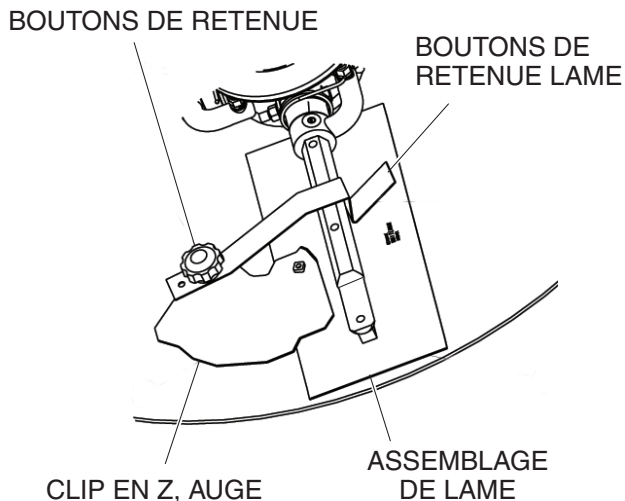

Figure 45. Installation auge à clip en Z
2. Tourner les lames en position sous les clips en Z (figure 45). S'assurer que les lames tournent dans le sens du déplacement lorsque la machine est en marche ou utiliser le moteur pour tourner les lames en position
3. Attacher les retenues de lame au côté distant des supports de clip en Z avec les boutons de retenue comme indiqué sur la figure 45.